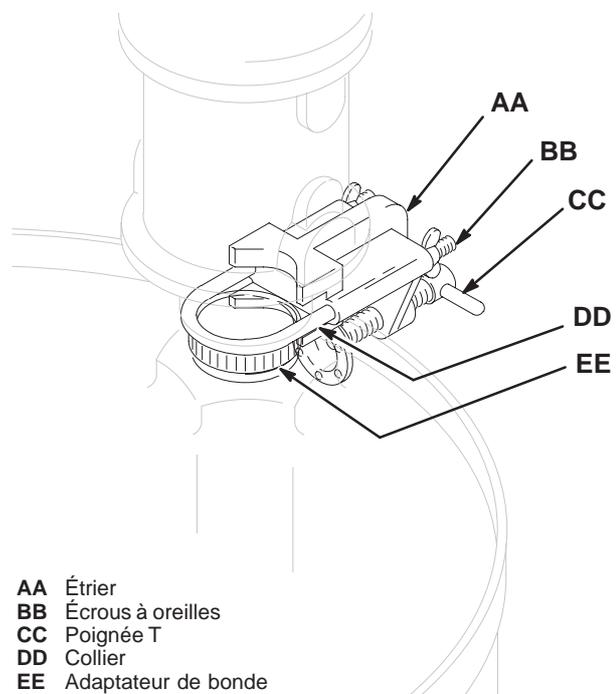

Fig. 7
2. Visser l'adaptateur de bonde (EE) dans le trou de bonde.
3. Desserrer les écrous à oreilles (BB) et faire glisser l'étrier (AA) le long du tube d'aspiration de la pompe jusqu'à l'embase. Voir la Fig. 7.
4. Tout en maintenant l'étrier contre la pompe, faire passer le tube d'aspiration de la pompe à travers l'adaptateur de bonde du fût et abaisser la pompe jusqu'à ce que l'étrier repose sur le bord du fût. Voir la Fig. 7.
5. Monter la pince bord de fût de telle sorte que sa mâchoire supérieure s'adapte à la partie débordante de l'embase de pompe, son collier (DD) se trouvant autour du tube d'aspiration, et sa mâchoire inférieure contre l'adaptateur de bonde. Serrer les écrous à oreilles (BB). Voir la Fig. 7.
6. Serrer fermement la poignée en T (CC) de l'étrier contre le côté du fût.